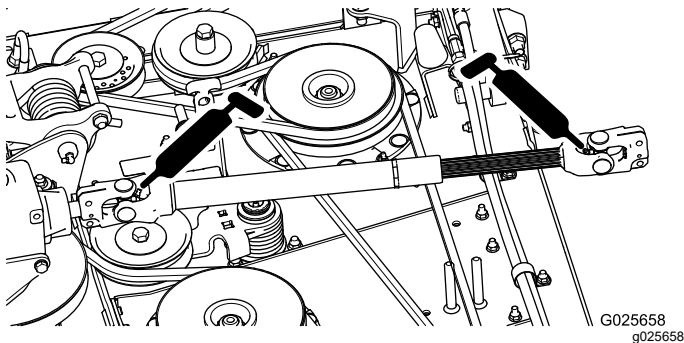

Figure 20
- Arbre d'entraînement de PDF (2) (Figure 20)